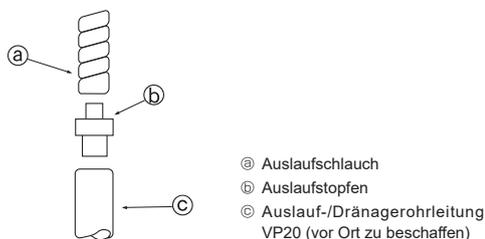
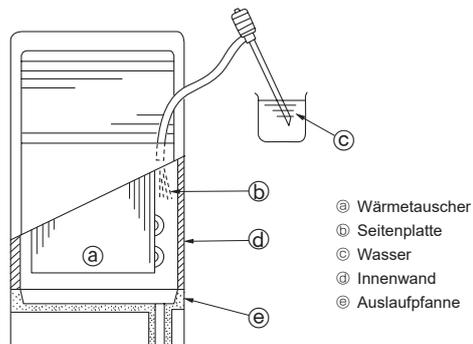

Fig. 5-1
Fig. 5-2
5.1. Verlegung der Auslauf-/Dränagerohrleitung (Fig. 5-1)
- Beim Anschluß des VP20 den Auslaufstopfen ②, der als Zubehör geliefert wurde, verwenden. Den Stopfen mit Vinylchlorid-Kleber am Rohr befestigen, so daß keine Flüssigkeit austritt.
5.2. Überprüfung der Dränage (Fig. 5-2)